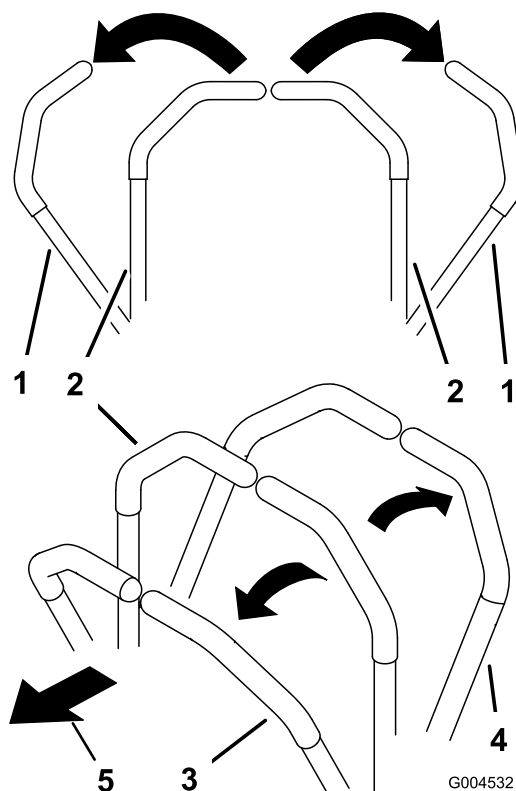

Figura 17
3. Per fare marcia avanti spingete lentamente in avanti le leve di controllo del movimento (Figura 17).
Per spostarvi in linea retta applicate una pressione identica su entrambe le leve di controllo del movimento (Figura 17).
Per girare, spostate la leva di controllo del movimento verso il folle, nella direzione in cui volete voltare (Figura 17).
2. Per fare marcia indietro tirate lentamente indietro le leve di controllo del movimento (Figura 17).
Per girare, rilasciate la pressione sulla leva di controllo del movimento verso la direzione in cui volete voltare (Figura 17).